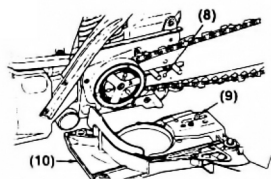

Рис. 2
4. Провернуть цепь на цепном колесе, и одновременно установить на корпус пилы шину. Отрегулировать положение гайки механизма натяжения цепи до нижнего отверстия направляющей шины (Рис. 2).